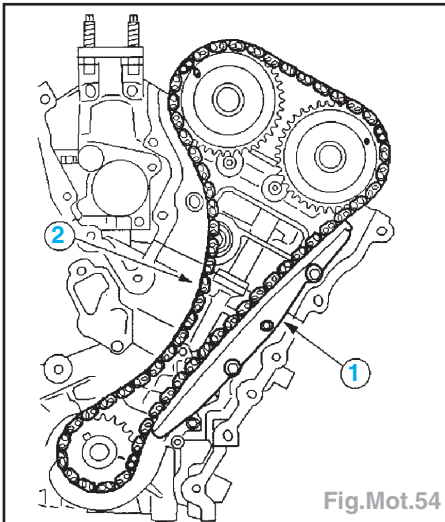

Fig.Mot.54
- Déposer le tendeur de chaîne de distribution (2) et la plaque d'adaptation de tendeur côté gauche (le cas échéant).
- Déposer le bras de tendeur (3) de chaîne de distribution.
- Déposer le guide de chaîne (1) de distribution fixe (Fig.Mot.54).